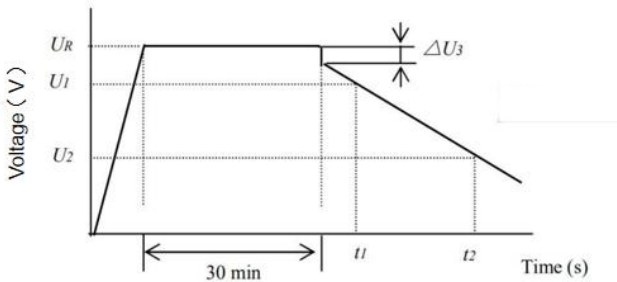

图 2
- 测量并记录电容器两端电压从 U_1 到 U_2 的时间 t_1 和 t_2 ，如图 2 所示，根据下列公式计算电容量值：